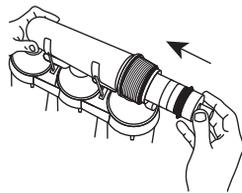

Рис. 19
- 5.8.5. Установите мембрану в корпус. (Рис. 19).